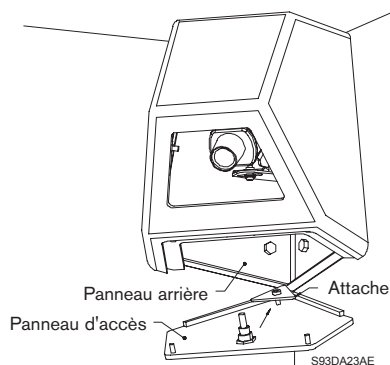

Figure 15 : insertion du panneau d'accès
4. **LTC 9303/01** : montez le panneau d'accès sur le boîtier en insérant l'attache dans le panneau arrière. Vissez le verrou jusqu'à ce que l'ensemble soit bien fixé. Si l'arrière du panneau d'accès ne repose pas complètement sur son support, retirez le panneau d'accès puis baissez l'attache en la faisant tourner dans le sens des aiguilles d'une montre. Répétez l'opération jusqu'à ce que l'ensemble soit bien fixé. Voir figures 15 et 16.